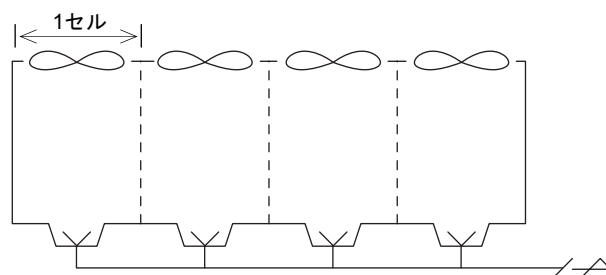

図14 冷却塔(複数セルによる構成)
複数のセルにて構成される冷却塔（図14）でファンの台数制御を行う場合は、セルごとに水温が異なることがありますので、本製品一台での台数制御はできません。別途代表温度で制御してください。
- * 冷却塔のファンは、冷凍機の冷却水下限值までは停止させない方が冷凍機COPが上がり、トータルエネルギーで省エネになるため、複数のセルにて構成される冷却塔（図14）でも台数制御は推奨しません。